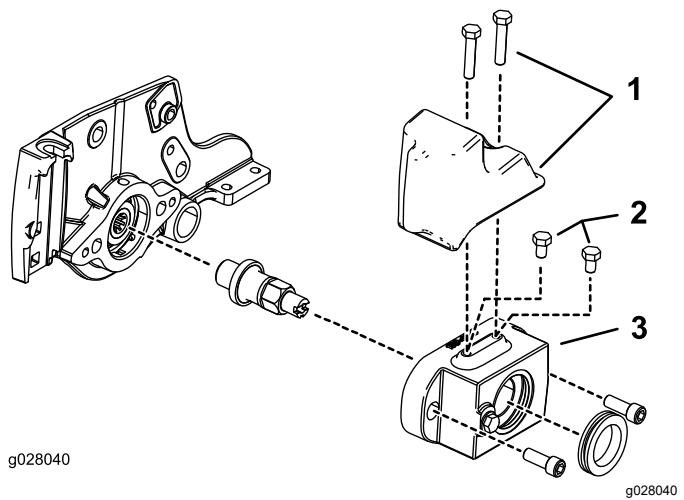

图 5
- 12.7cm 液压滚刀马达将 2 个 $5/16-18 \times \frac{1}{2}$ 英寸螺栓安装在滚筒刷架上 图 5。
- 12.7cm 电动滚刀马达用 2 个 $5/16-18 \times 1\frac{1}{2}$ 英寸螺栓将端部配重块套件安装在滚筒刷架上请参阅 图 5。